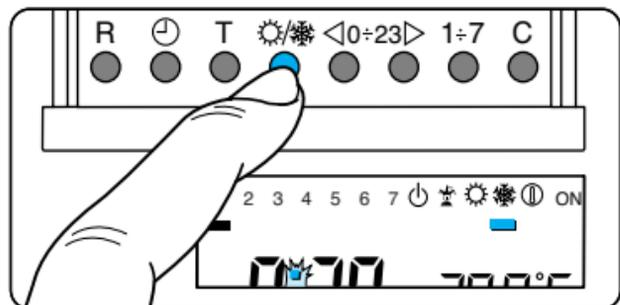

Fig. 31
6.2 - Accertarsi che sia attivo il segmento relativo al programma di riscaldamento , agendo eventualmente sul pulsante  (fig. 31).